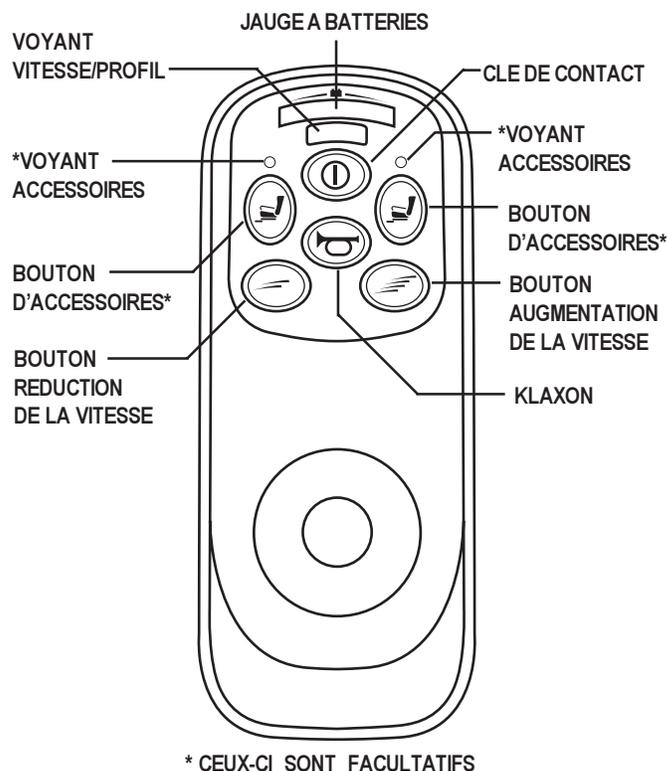

Figure 21. Clavier du contrôleur VSI
2. clavier (voir la figure 21.)
Le clavier est situé sur le module de commande devant le mât de manette. Il possède les boutons nécessaires au fonctionnement de votre fauteuil. Voir la figure 21.
Pour allumer ou éteindre le VSI. Voir la figure 21.
La jauge est située devant la manette et possède 10 voyants lumineux. Voir la figure 21. Ceux-ci vous informe de l'état de vos batteries et du système électrique lorsque le contrôleur est allumé.
Deux boutons contrôlent soit la vitesse soit le profil. Voir la figure 21. L'utilisation des boutons dépend de la programmation de votre VSI. Appuyez sur le bouton d'augmentation de vitesse/profil pour augmenter la vitesse ou changer le profil. Appuyez sur le bouton de réduction de vitesse/profil pour réduire la vitesse ou changer le profil. Le réglage de vitesse/profil est affiché par l'indicateur de vitesse/profil maximum. Si votre fauteuil motorisé a été configuré avec un profil de traction, contactez votre spécialiste Quantum Rehab pour de plus amples informations.
Les boutons et les indicateurs d'actionneur sont utilisés pour l'équipement en option tels que les sièges, les repose-jambes réglables motorisés et les systèmes d'éclairage. Voir la figure 21. Pour de plus amples informations sur les boutons et les indicateurs d'actionneur, contactez votre spécialiste Quantum Rehab.
Bouton pour le fonctionnement du klaxon. Voir la figure 21.